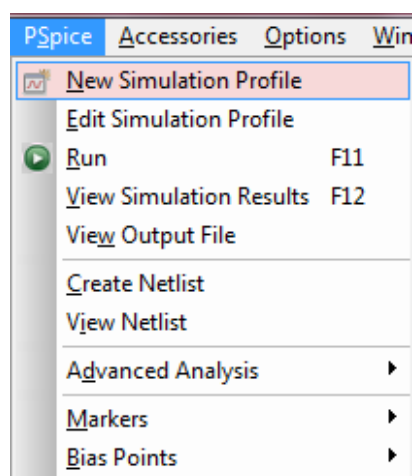
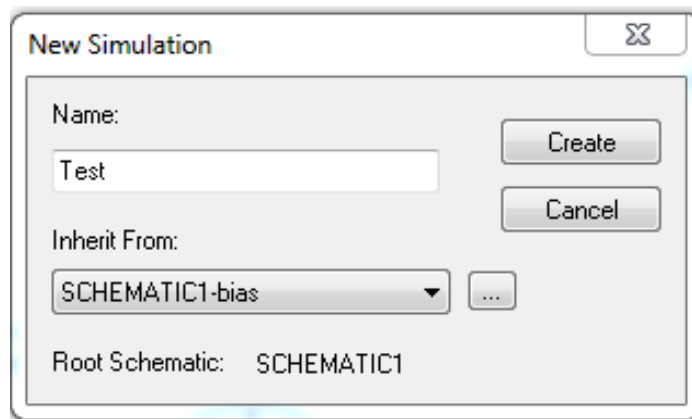

Рисунок 3.3 – Вікно відкриття меню створення «Нового профілю для моделювання»
Рисунок 3.4 – Вікно меню створення «Нового профілю для моделювання»
4. Перед початком моделювання вам потрібно виконати попереднє налаштування параметрів майбутнього аналізу. Для цього виберіть в меню команду *PSpice* → *New Simulation Profile* (Новий профіль для моделювання) (рис. 3.3), при цьому відкриється вікно *Analysis Setup* (рис. 3.4).